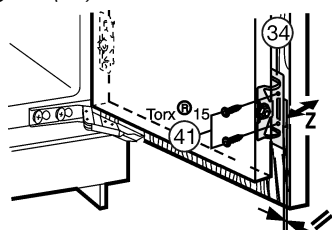

Fig. 28
- Visser Fig. 28 (41), la porte de l'appareil sur la porte du meuble à travers les cornières de fixation Fig. 28 (34).